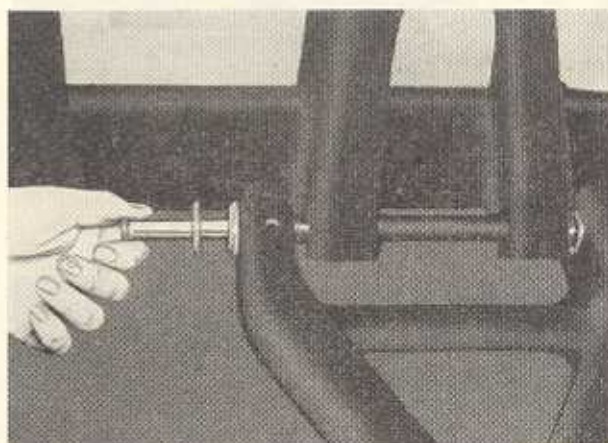

Bild F 54. Einführen des Bolzens am unteren Querlenker
2. Oberen und unteren Querlenker (nach Abschnitt 5.3.5., Punkt 1, komplettiert) in das Fahrzeug einbauen. Dabei auf die Bundbuchse eine Scheibe halten und den geölten Bolzen vorsichtig einschieben (Lagerrohr innen geölt oder gefettet). Der Bolzen für den oberen Querlenker muß in Fahrtrichtung (von hinten nach vorn), der Bolzen für den unteren Querlenker entgegen der Fahrtrichtung (von vorn nach hinten) eingeschoben werden. Auf die herausragenden Enden Scheibe aufstecken und Kronenmutter aufschrauben (Bild F 54).